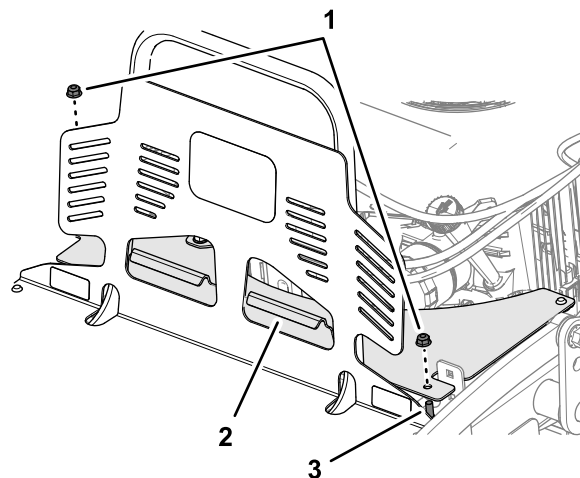

Bild 33
1. Entfernen Sie die beiden Sicherungsbundmutter, die die Schutzverlängerung sichern, an den beiden Schlossschrauben der Schutzhalterungen (Bild 33).